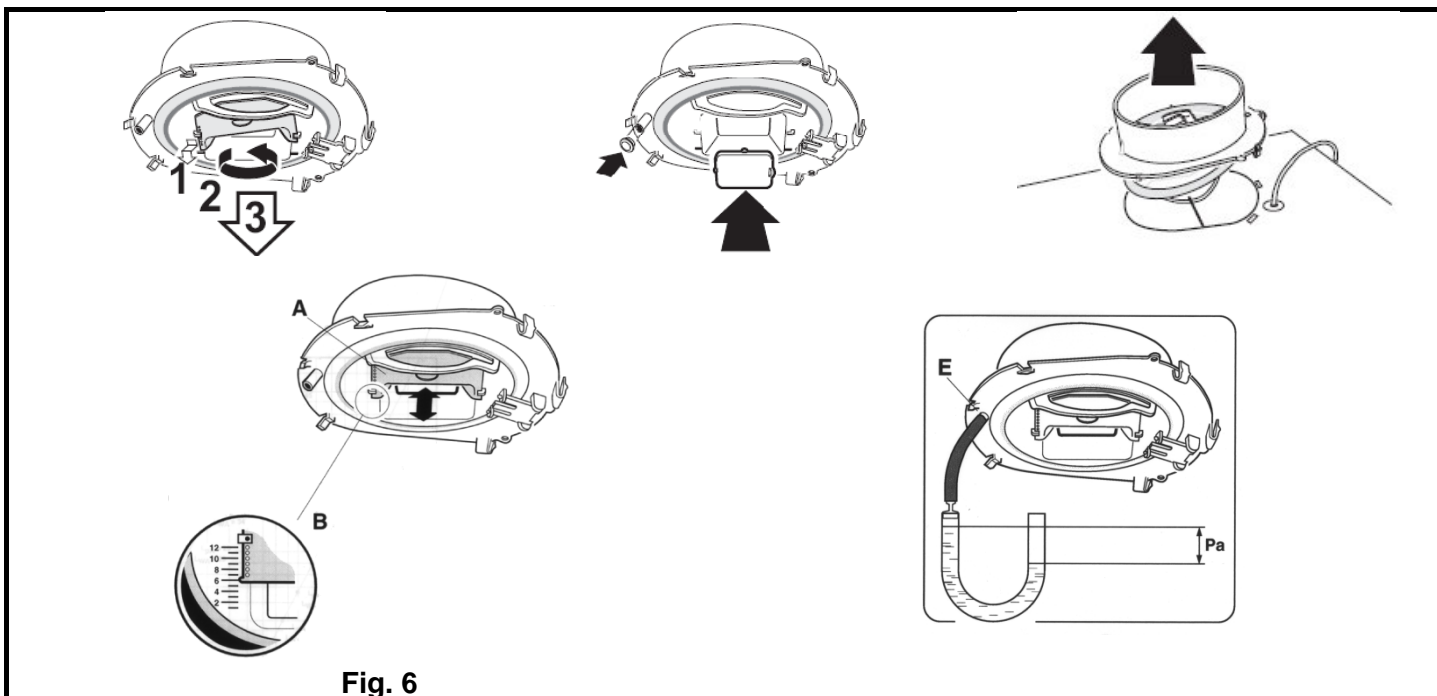

Fig. 6
**NB:** Kjøkkenheten må ha spjeld som er tett i lukket stilling (uten åpning for grunnventilasjon). Fjern det regulerbare spjeldbladet og monter medlevert blindlokk monteres som vist i fig. 6.
**NOTE:** The cookerhood must be equipped with damper which is tight in closed position (no opening for basic ventilation). Remove the adjustable damper blade and install the provided bung as shown in fig. 6.